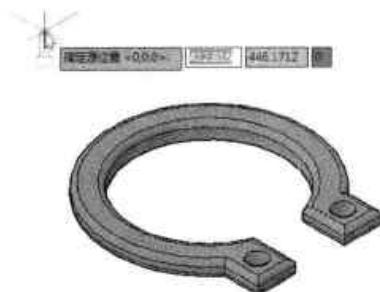

图14-24 指定聚光灯起点
**Step 01** 执行“渲染>光源>创建光源>聚光灯”命令，根据命令行提示，指定好聚光灯起点，如图 14-24 所示。